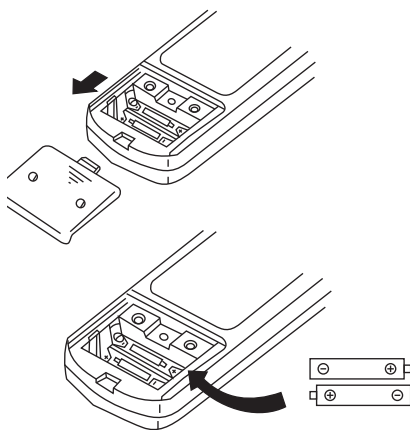

Рис. 7.3
1. Снимите крышку батарейного отсека, сдвинув ее в направлении указанном стрелкой (рис. 7.3).